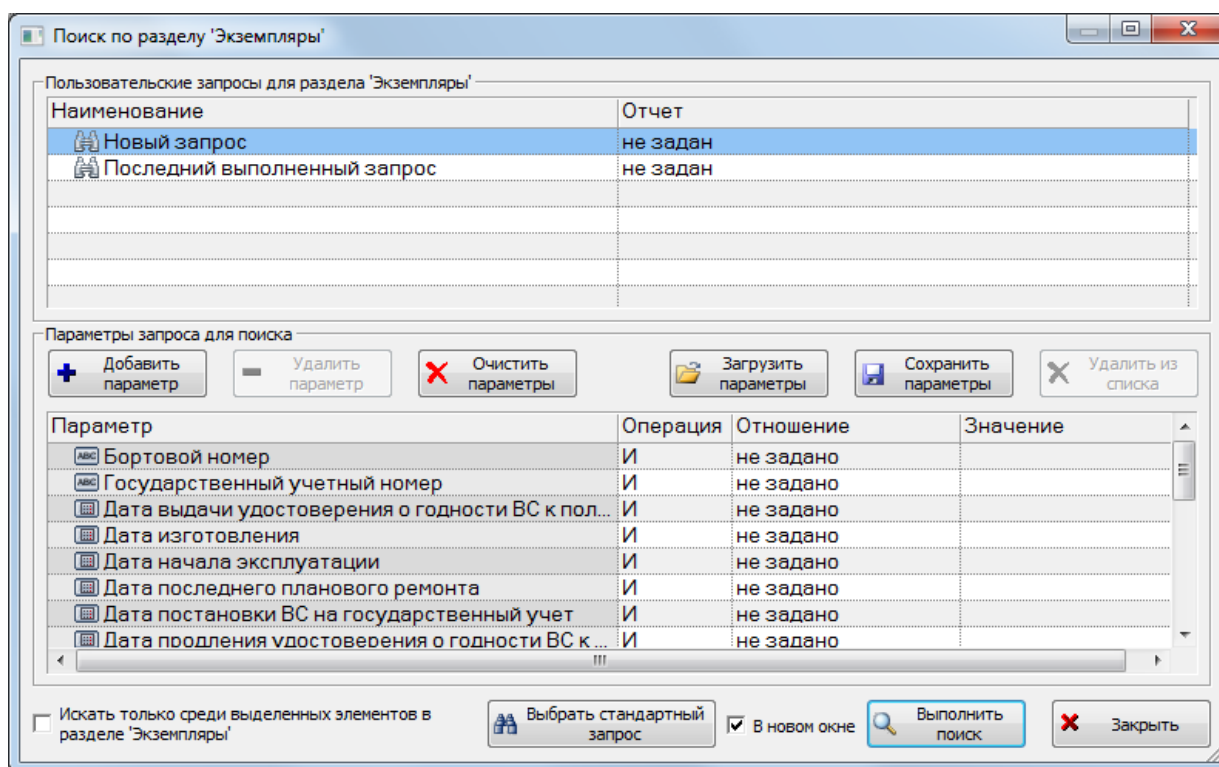

Рис. 13-47 – Окно «Поиск по разделу «Экземпляры»»
- 2) Нажать кнопку «Поиск» панели «Правка». В результате откроется диалоговое окно «Поиск по разделу» с указанием названия раздела (рис. 13-47).